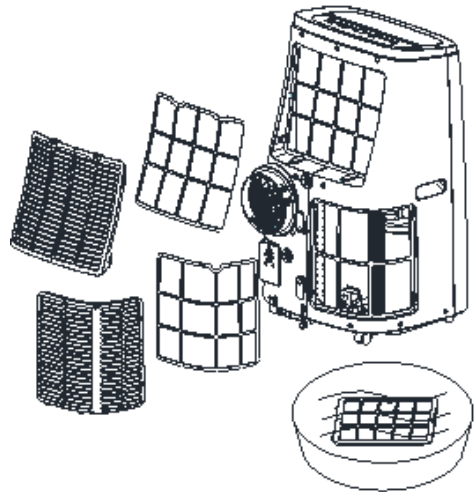

Fig.6
- Limpie el filtro del polvo cada dos semanas para que el volumen de aire no se reduzca. Limpie el filtro utilizando un producto de limpieza neutro y agua templada a unos 40 °C de temperatura. Aclare todos los restos del producto de limpieza y deje que el filtro se seque completamente al aire antes de volver a colocarlo en el aparato (Fig.6).